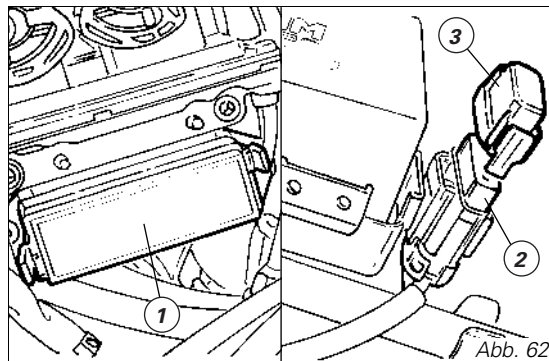

Abb. 62
Der Hauptsicherungskasten befindet sich auf der linken Batterieseite (Abb. 62).
Die 40A Sicherung (2) an der rechten Batterieseite (Abb. 62) schützt den elektronischen Spannungsregler. Zum Zugriff auf die Sicherung die entsprechende Schutzkappe (3) abnehmen.
Legende der Sicherungskästen (1, Abb. 62)